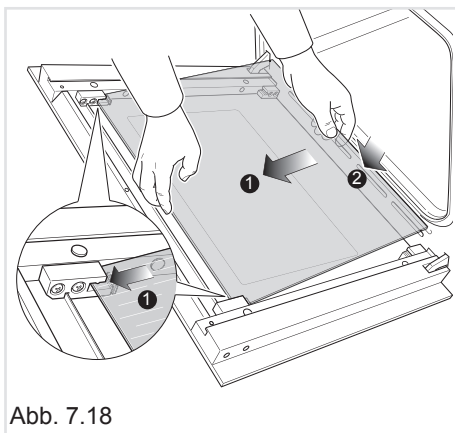
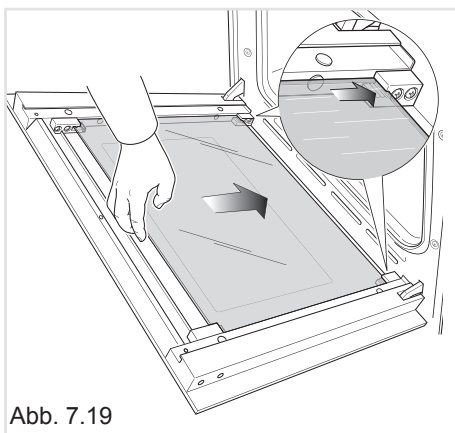

Abb. 7.18
Abb. 7.19
- Fügen Sie das Glassegment vorsichtig in die oberen Halteklammern ein (Pfeil 1 in Abb. 7.18). Senken Sie dann das Glassegment ab und fügen Sie es in die unteren Halteklammern ein (Pfeil 2 in Abb. 7.18). Schieben Sie dann das Glassegment in die richtige Position (Abb. 7.19).